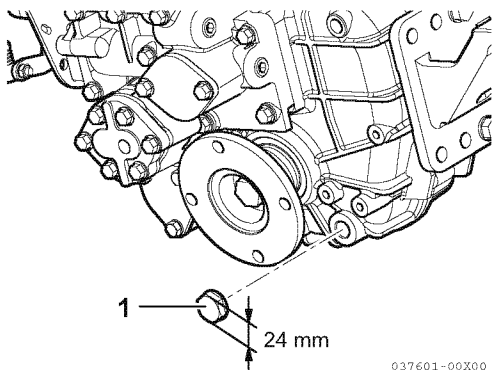

Figura 1
2. Use una llave de 24 mm para quitar el tapón de purga M16 (1, **Figura 1**).